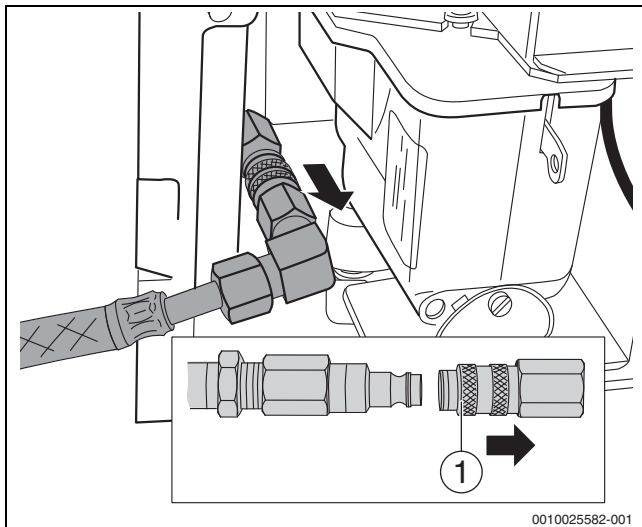

Bild 22 Schnellkupplung lösen
- ▶ Vor dem Herausziehen des Brenners die Schnellkupplung lösen (→ Bild 22, [1]).